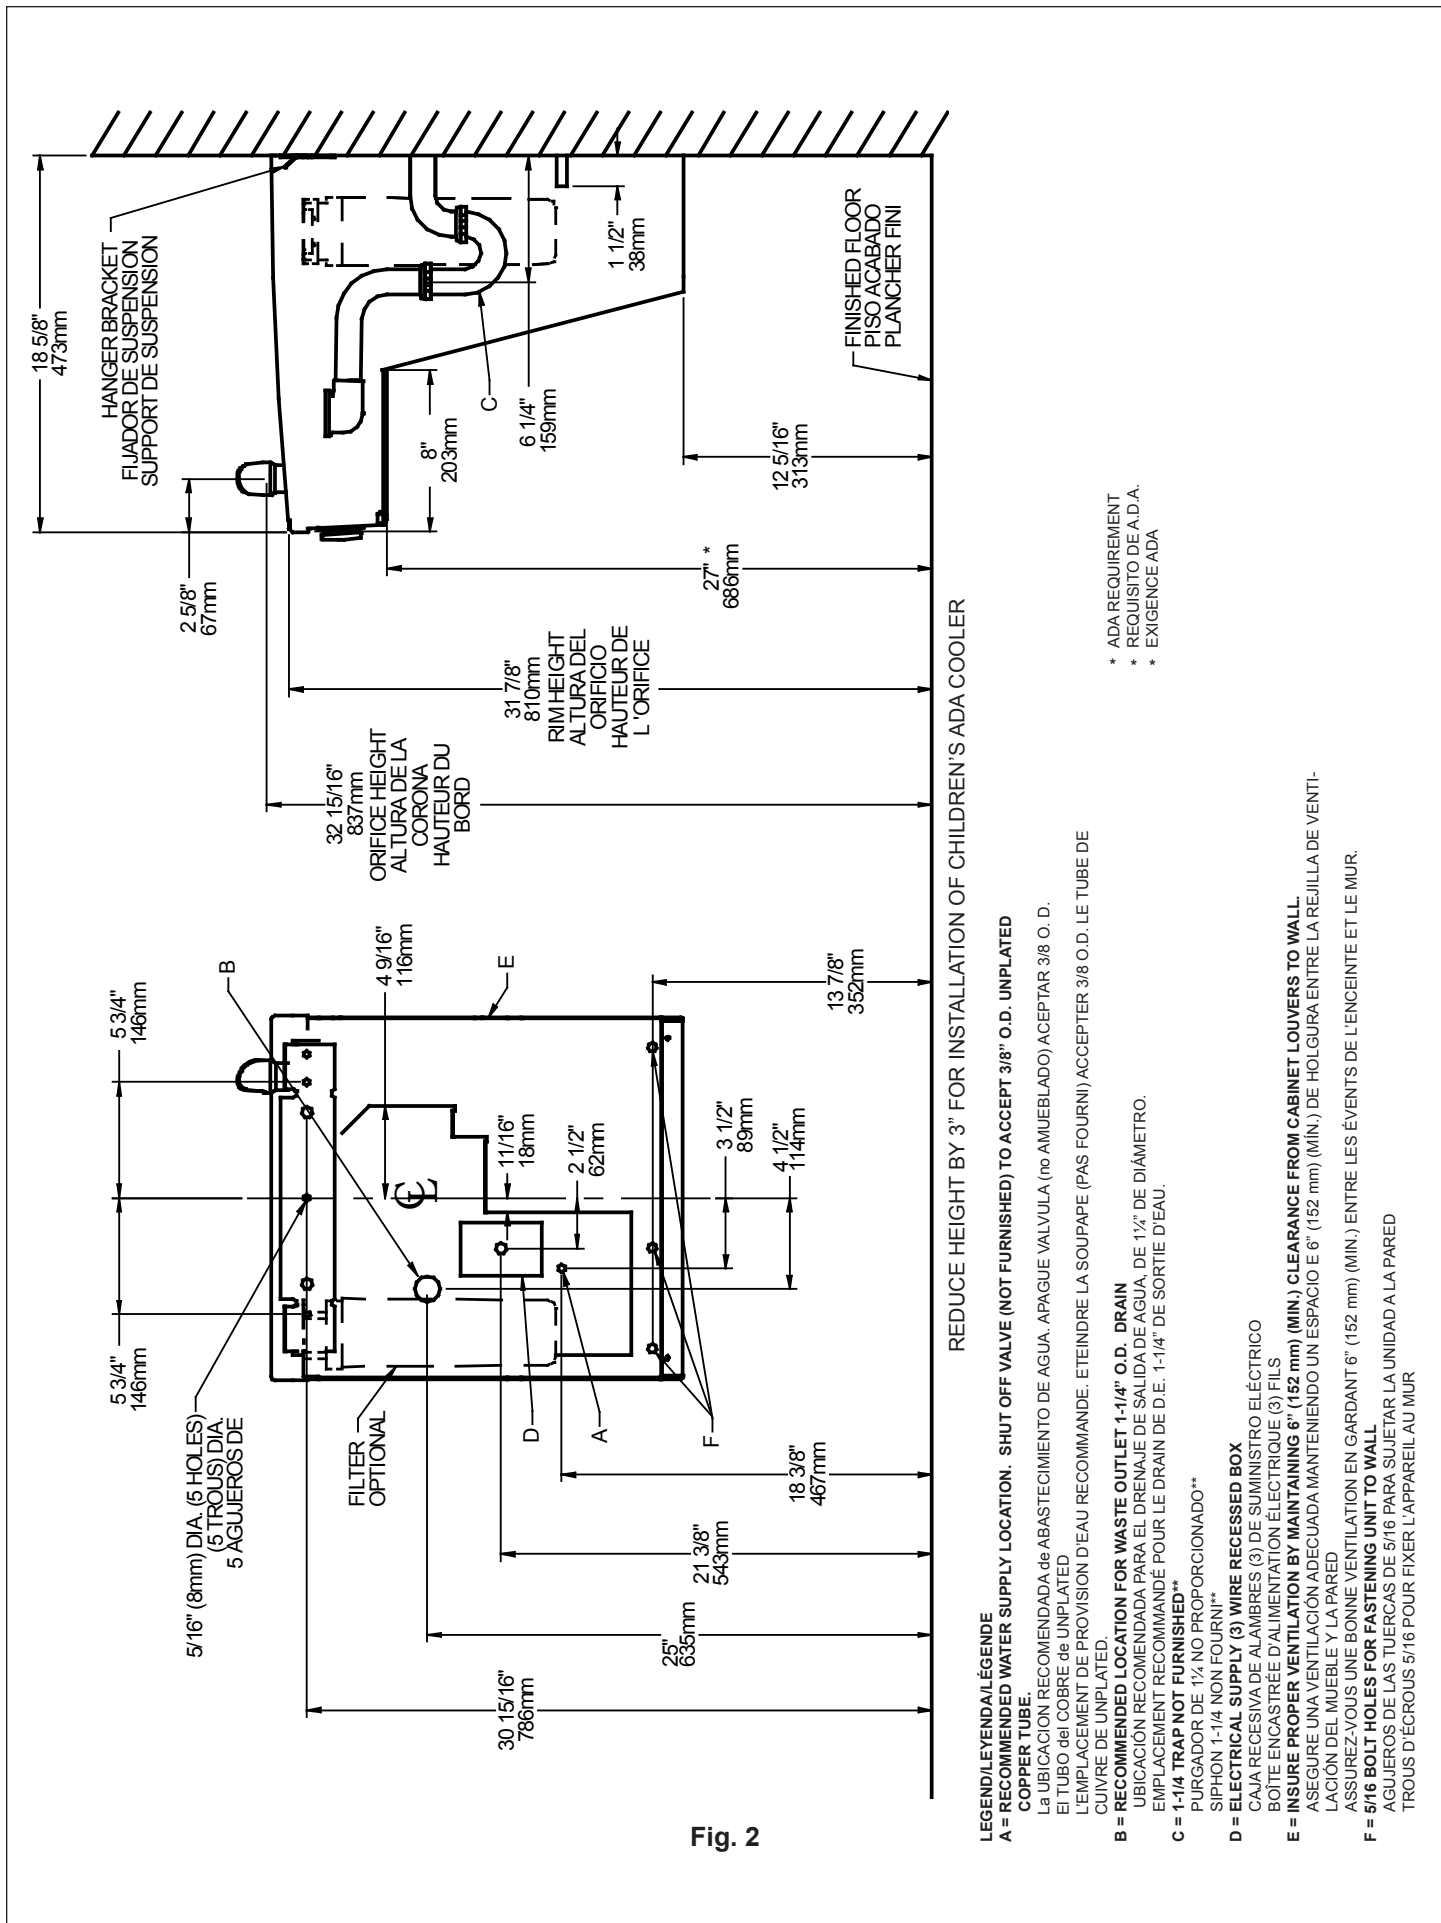

Fig. 2
- 1) Remove hanger bracket fastened to back of cooler by removing one (1) screw.
- 2) Mount the hanger bracket and trap as shown in Figure 2.
- Anchor hanger securely to wall using all five (5) 1/4 in. dia. mounting holes.
- 4) Hang the cooler on the hanger bracket. Be certain the hanger bracket is engaged properly in the slots on the cooler back as shown in Figure 2.
- 5) Loosen the two (2) screws holding the lower front panel at the bottom of cooler base and two (2) screws at the top (**Use torx bits sold separately**). Remove the front panel and set aside.
- 7) Remove the slip nut and gasket from the trap and install them on the cooler waste line making sure that the end of the waste line fits into the trap. Assemble the slip nut and gasket to the trap and tighten securely. Recommend fastening cooler to wall using 5/16 bolt holes, (see fig.2, "F").
- 1) Quite el fijador de suspensión sujetos a la parte posterior del enfriador quitando un (1) tornillo.
- 2) Monte el fijador de suspensión y quite el purgador como se muestra en la Fig.2.
- Ancle el suspensor de forma segura a la pared usando todos los cinco (5) agujeros de montaje de 1/4" de diámetro.
- 5) Afloje los dos (2) tornillos que sostienen la parte inferior del panel en la parte inferior de la base del enfriador y los dos (2) tornillos en la parte superior (**Utilice los pedacitos torx vendidos por separado**). Quite el panel frontal y póngalo a un lado.
- 7) Saque la tuerca deslizante y empaquetadura del colector e insálalos en la manquera de residuos de la nevera, asegurándose que el extremo de la manquera encaje en el colector. Coloque la tuerca deslizante y la empaquetadura en el colector y apriete firmemente. Recomiende el refrigerador de la cerradura para emparedar usando 5/16" agujeros de perno, (véase fig. 2, " F").
- 1) Retirez le support de suspension à l'arrière du refroidisseur en enlevant une (1) vis.
- 2) Installez le support et le siphon tel qu'indiqué à la fig. 2.
- Ancrez solidement le support au mur à l'aide des five (5) trous de fixation d'un diam. 1/4 po.
- 4) Installez le refroidisseur sur le support en vous assurant que ceux-ci sont bien installés dans les fentes à l'arrière du refroidisseur tel qu'indiqué à la figure 2.
- 5) Dégagez les deux (2) vis retenant le panneau inférieur avant au bas de la base du refroidisseur ainsi que deux (2) vis sur le dessus (**Employez le peu Torx vendu séparément**). Retirez le panneau avant et mettez-le de côté.
- 7) Retirez l'écrou coulissant et le joint du siphon et les installer sur la conduite de vidange de la fontaine en s'assurant que l'extrémité de la conduite de vidange s'ajuste dans le siphon. Assemblez l'écrou coulissant et le joint sur le siphon et serrer fermement. Recommandez le refroidisseur d'attache pour murer utilisant 5/16" ; trous de boulon, (voir la fig. 2, " ; F" ;).